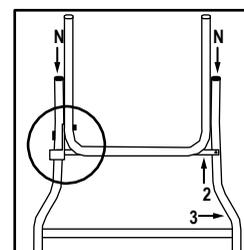

Рис. 5
- Убедитесь, что компонент 4 нужным образом изогнут и защелка на компоненте 3 правильно заходит на стопорный штифт компонента 4 (Рис. 5).